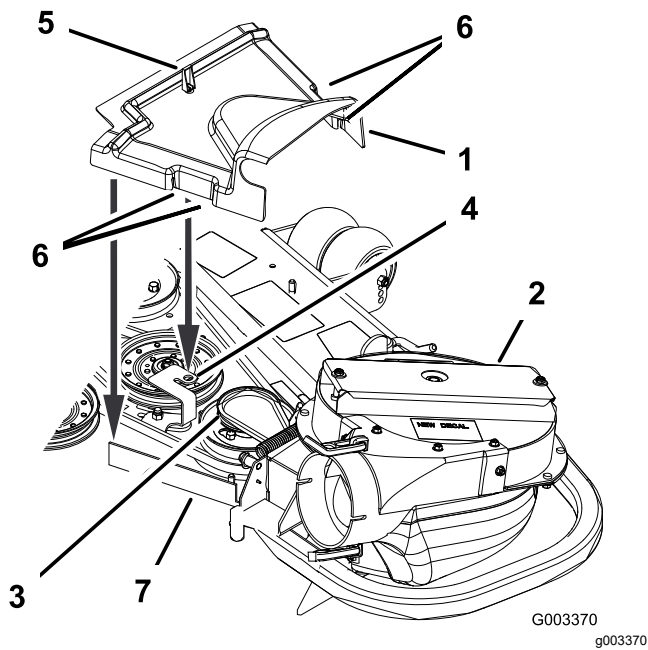

Figure 26
- Montez le nouveau protège-courroie de sorte que les crans situés de chaque côté passent sur les supports et fixez avec le verrou (Figure 26).